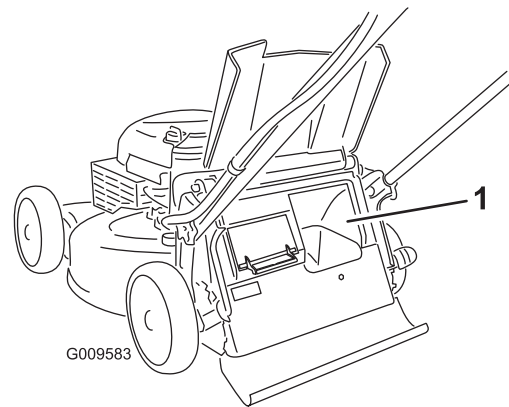

Figura 20
**Importante:** Para asegurar un funcionamiento correcto, retire cualquier recorte de hierba y otros residuos de la tapa de ensacado a demanda y del hueco adyacente (Figura 20) antes de mover la palanca de ensacado a demanda de una posición a la otra.